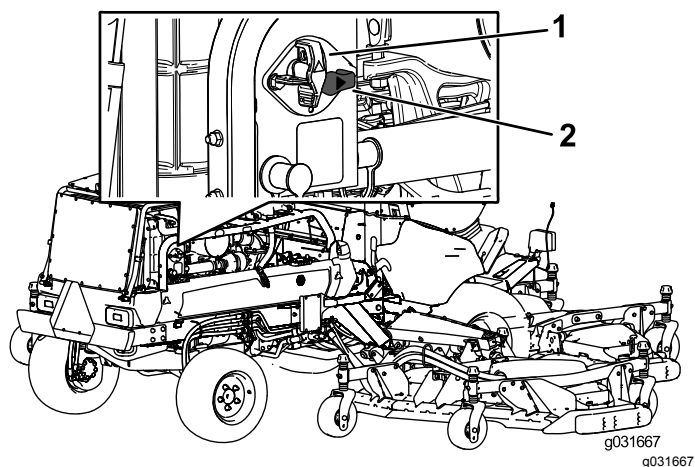

Рисунок 80
- Чтобы подать электропитание на машину, поверните переключатель отсоединения аккумуляторной батареи по часовой стрелке в положение Вкл. (Рисунок 80).
- Чтобы отсоединить электропитание от машины, поверните переключатель отсоединения аккумуляторной батареи против часовой стрелки в положение Выкл. (Рисунок 80).